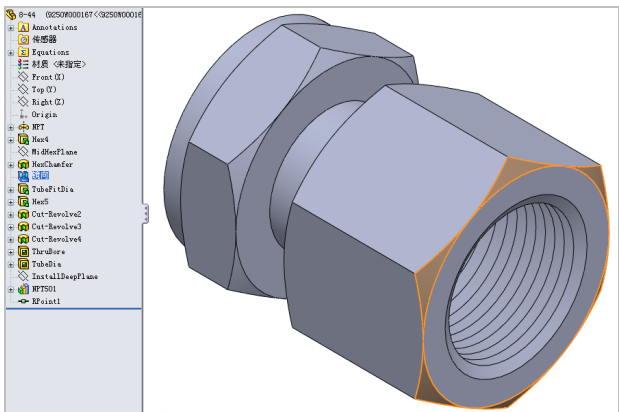

图 8-48 编辑特征属性对象
(5) 单击【确定】按钮，则 Feature Manager 设计树中的 Mirror 1 选项更名为【镜向】，即可编辑特征属性对象，效果如图 8-48 所示。